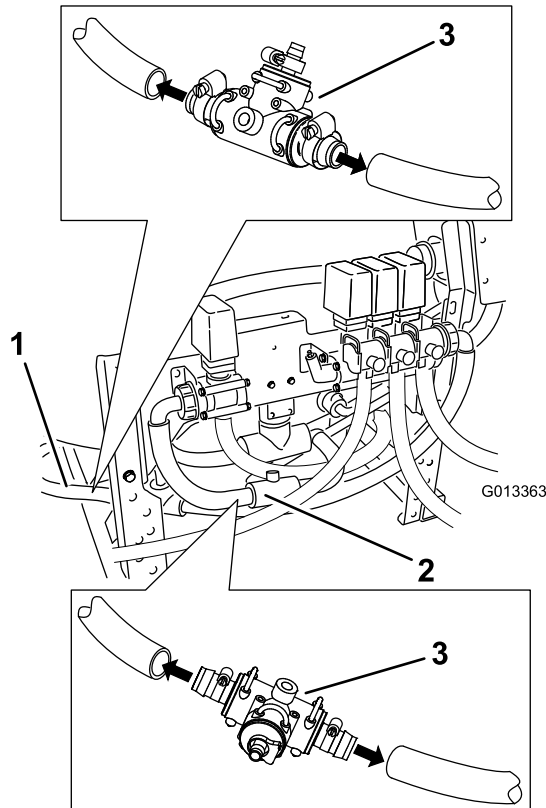

Bild 19
9. Schneiden Sie den Überlaufschlauch ungefähr in der Mitte von den Spritzgestängeventilen und dem Behälter (Bild 19).
10. Schmieren Sie Flüssigseife auf die Zahnungen und setzen Sie die S53 T-Armatur in den Schnitt. Befestigen Sie sie mit zwei großen Schlauchklemmen (Bild 19).